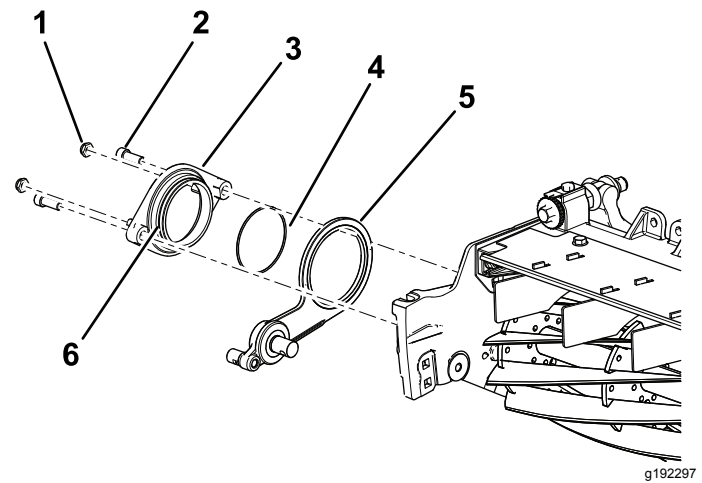

图9
3. 在枢轴轮毂组件外径上涂抹防粘剂 图9。
4. 用 2 个六角螺栓  $\frac{3}{8}$  x  $\frac{3}{4}$  英寸将枢轴轮毂固定到滚刀的怠轮总成上 图9。
5. 将 2 个锁紧螺母松松地安装到枢轴轮毂上 图9。